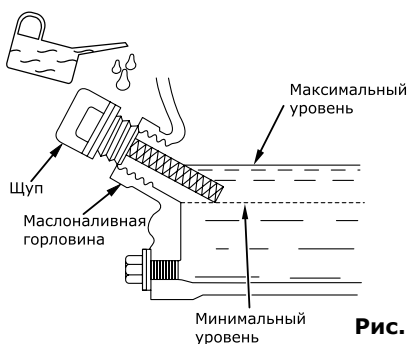

Рис. 9
- Залейте масло до нужного уровня по меткам на щупе или краю маслосливной горловины (рис. 9).